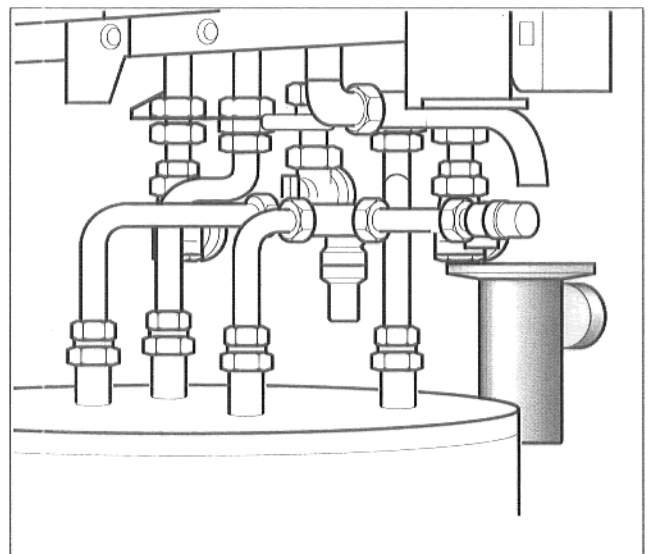

Abb. 10 Trichtersiphon
- Trichtersiphon mit Rosette montieren (Abb. 10).